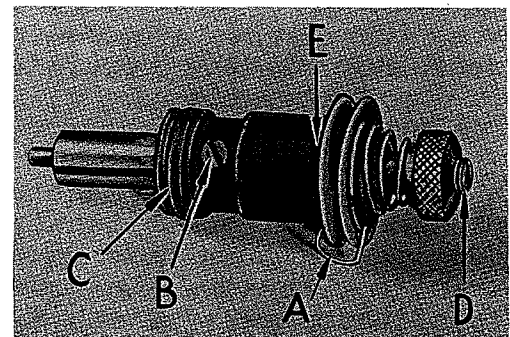
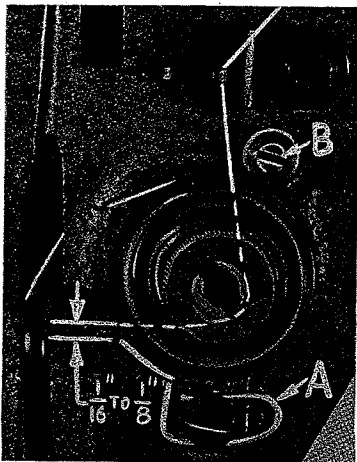
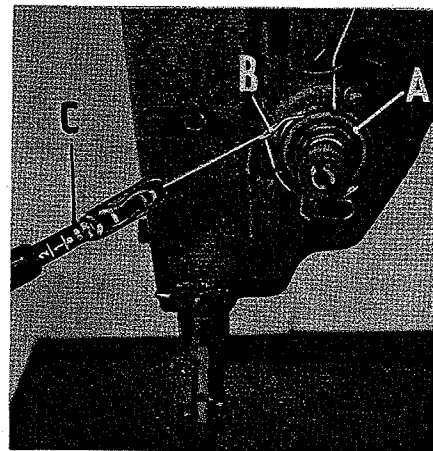

Fig. 17
Fig. 18
Fig. 18A
Pruébese la tensión del resorte verificador (A, Fig. 17). Deberá haber suficiente tensión para asegurar un buen retorno cuando se empuja y se suelta el resorte. Si hubiera que ajustarlo, aflójese el tornillo de sujeción en la cabeza, situado debajo del brazo y a la derecha del conjunto tensor, y quítese éste. Aflójese parcialmente el tornillo de sujeción (B) del poste tensor en el receptáculo de éste (C). Gírese el poste tensor (D) hacia la izquierda hasta que el resorte verificador se mueva lejos de la parada superior (C) y hágase presión sobre él. Gírese el poste tensor (D) hacia la derecha hasta que el resorte vuelva a tocar la parada superior (E). Después sígase en la misma dirección hasta obtener la tensión deseada. Cuando está ajustado debidamente, el tornillo de sujeción (B) del poste tensor deberá subirse pero sin gran esfuerzo. Otro ajuste de la tensión del resorte verificador puede hacerse insertando un destornillador en el extremo ranurado del poste tensor (D) y girándolo en la dirección requerida.
La posición dentro y fuera del conjunto tensor es correcta cuando los discos tensores están en línea con el ojete (B, Fig. 18) del resorte verificador. Ajustese el tornillo de parada (B, Fig. 18) de manera que el reborde del conjunto tensor descansa sobre el tornillo de parada y se mantenga en esta posición. Aflojese el tornillo de sujeción del conjunto tensor.
Compruébese el ajuste del conjunto tensor (A, Fig. 18A). Compruébese el resorte tensor. Deberá haber suficiente tensión para asegurar el buen retorno cuando el resorte (B, Fig. 18A) está deprimido y suelto. La tensión del resorte verificador se ajusta a aproximadamente 1 a 1-1/4 onzas (28 a 35 gr.) midiéndolo en una balanza postal (C, Fig. 18A). Esta medición se hace cuando el resorte verificador está a 1/32 a 1/16" (0,79 a 1,6 mm) desde la parada. El tornillo de sujeción del poste tensor (B, Fig. 17) deberá subirse pero no apretarse mucho. El pasador del regulador de tensión deberá moverse libremente en el poste tensor (D, Fig. 17). El ojete del resorte verificador (X, Fig. 18), situado debajo de los discos tensores, deberán ajustarse a la altura correcta, como sigue:
deberá ajustarse a $1/16$ a $1/8$ " (1,6 a 3, 18 mm) debajo de la línea del hilo (Fig. 18). Cerciórese de que el ojete sea ajustado cerca de los discos tensores de modo que el resorte verificador pase libremente sobre él sin obstáculo alguno. Después de hacer este ajuste, procédase a ensartar la máquina de acuerdo con el diagrama de ensartado (Fig. 2).